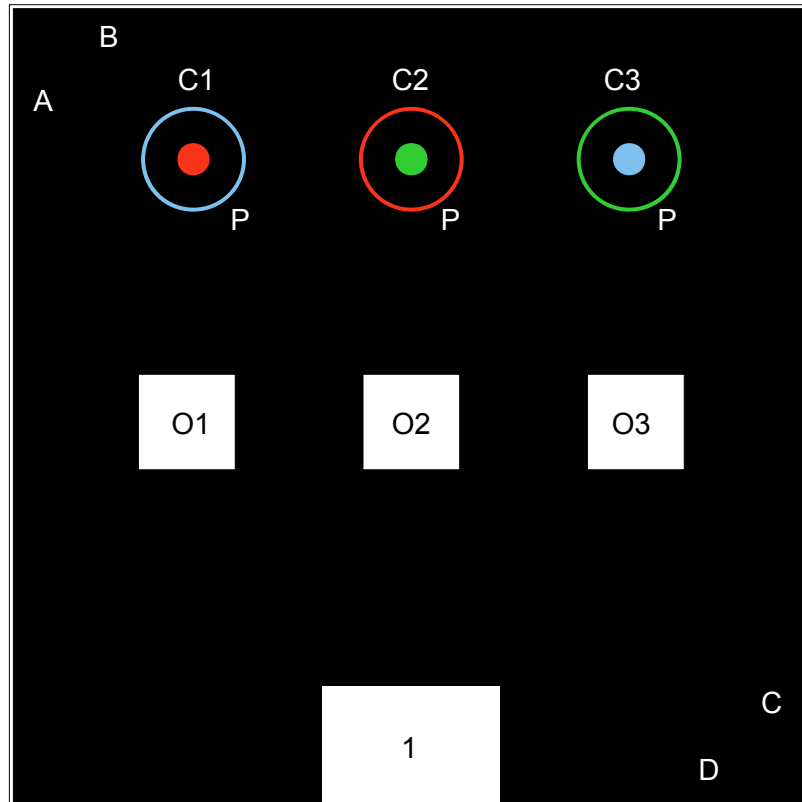

Figura 1: Representación a escala de la superficie del concurso. Vista *planta*.
El circuito del concurso mostrado en la figura 1, se ha realizado sobre una superficie negra de dimensiones de 1 m x 1 m (1 m²). En ella se podrán ubicar de forma **aleatoria** tres zonas **circulares** a localizar (C1, C2 y C3) y tres **obstáculos** a evitar (columnas blancas O1, O2 y O3). Además contendrá un **área de salida / llegada** (1), siendo el objetivo de la prueba: saliendo de dicha área, localizar los tres **topos de colores**, evitando los obstáculos, para realizar en cada uno de ellos la **acción** asignada correspondiente a cada color y regresar posteriormente al área de llegada, en el menor tiempo posible.